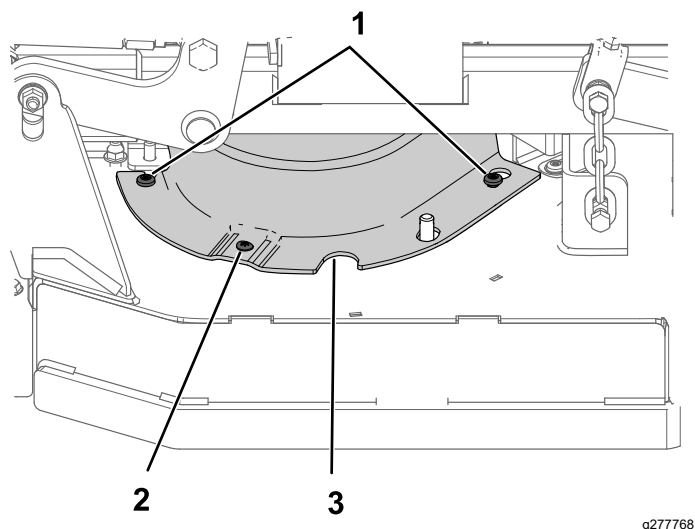

Figura 31
1. Allentate i 2 bulloni di spallamento e la vite (Figura 31).